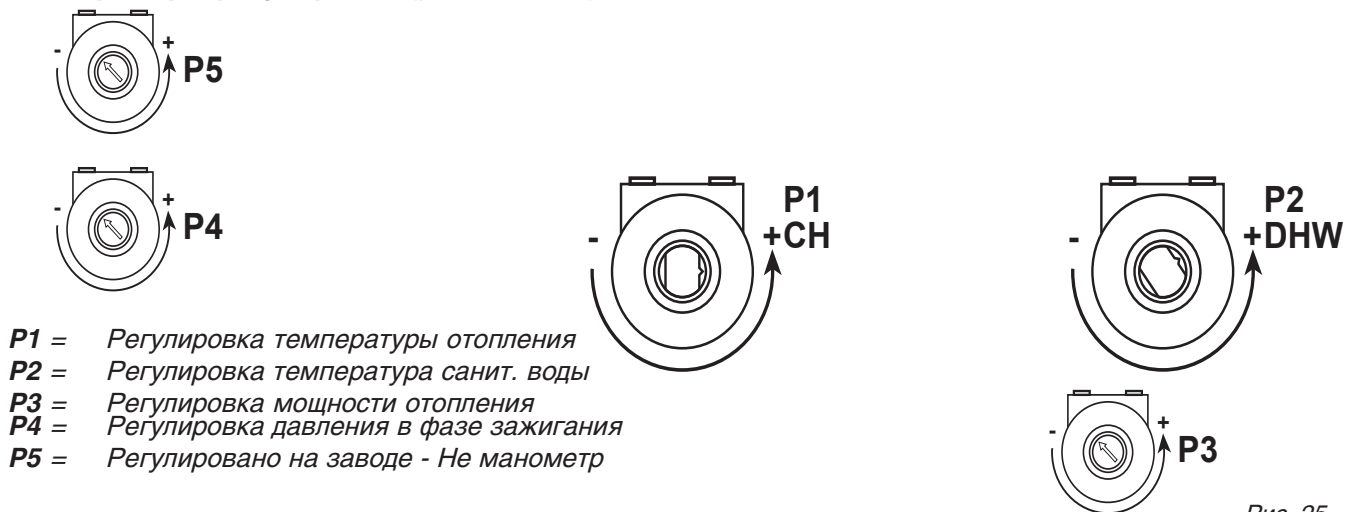

Рис. 25
6.03 Приборы регулировки (рис. 25а-25b)
6.04 Регулировка максимальной мощности системы (рис. 25)